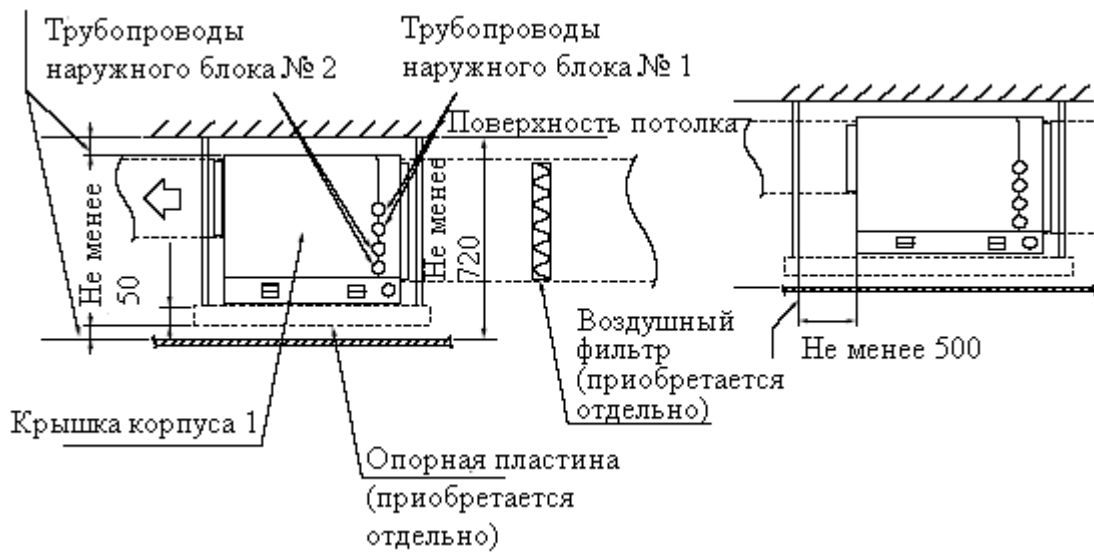

Рис. 2
- (2) **Блок подвешивается к потолку на болтах.** Убедитесь, что прочность потолка достаточна, чтобы выдержать вес блока. Если потолок недостаточно прочен, укрепите его.
- (3) **Нижняя поверхность блока должна находиться не менее, чем в 2,5 м от пола, чтобы не мешать находящимся в помещении людям.**
- (4) **Воздуховод должен быть снабжен воздушным фильтром, приобретаемым отдельно (см. Рис. 2). Не эксплуатируйте кондиционер без фильтра.**
1. Откройте крышку корпуса 1, находящуюся со стороны подключения трубопроводов (см. Рис. 2).